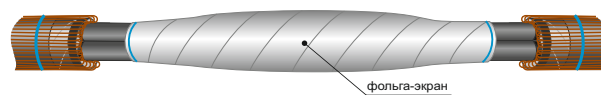

Рис. 11
17. Поверх всех усеченных изолирующих манжет и смонтированной термоленты произведите намотку экранной лентой с 30% перекрытием и заходом на проводящий слой жил на 15-20мм. Произведите разглаживание экранной ленты по всей длине намотки и закрепите концы экранной ленты с помощью бандажей из изоляционной ленты (рис.11).